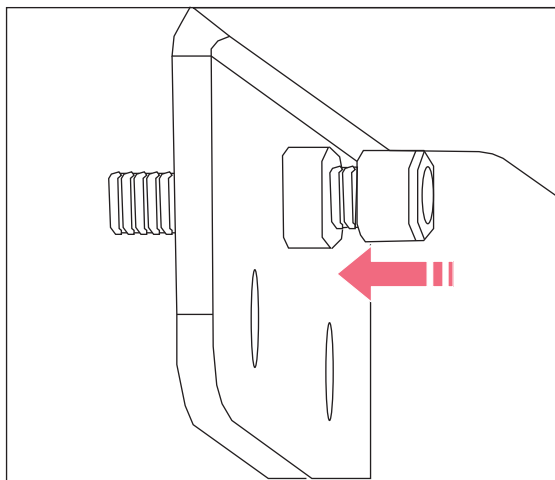

Abb. 1-2: Schraube
2. Setzen Sie die Schraube wie abgebildet ein (siehe Abb. 1-2 auf S. 5).